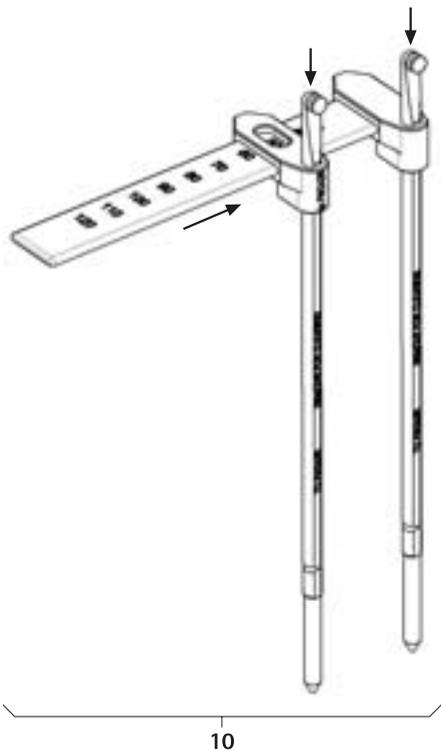

Fig. 10
- Montar o medidor do comprimento de barras 10, ver Fig. 10.